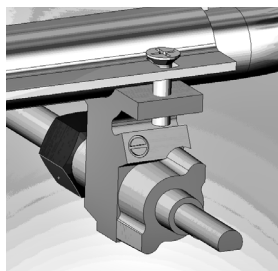

Рис. 6 Кран газовый с винтом малого пламени
- через отверстие в панели управления, повернуть регулировочный винт крана (расположен сбоку см. рис. 6) по часовой стрелке до упора;
- винт крана «малое пламя» (расположен сбоку см рис. 6) закрутить по часовой стрелке до упора;